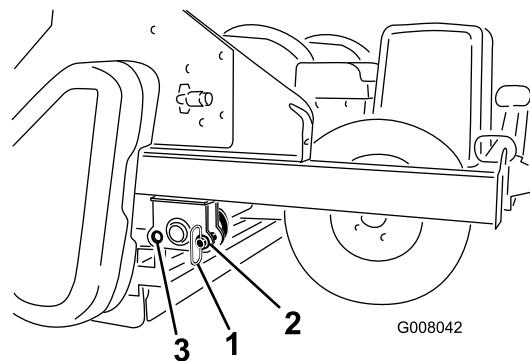

Figura 16
1. Togliete i perni di rimessaggio dalla posizione del foro posteriore (Figura 16).
3. Installate i perni di rimessaggio nella posizione del foro anteriore (Figura 16).